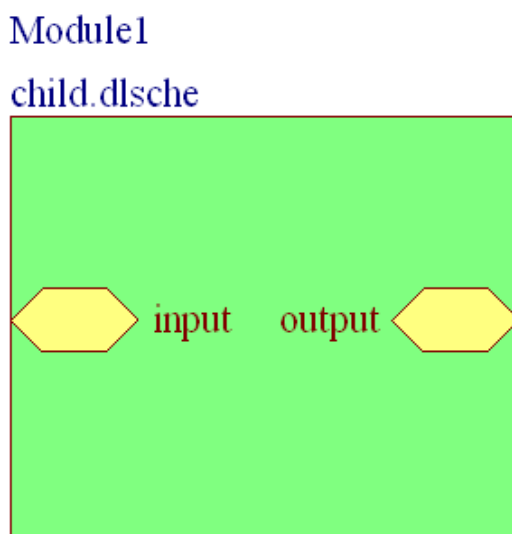

图 11-2：完成封装的模块
8. 为模块匹配原理图文件。在原理图文件 top.dlsche 中选中模块，在属性窗口中的“模块原理图文件”属性中选择 child.dlsche，这样就完成了模块与其封装电路的匹配。完成后的原理图文件 top.dlsche 如图 11-2 所示。